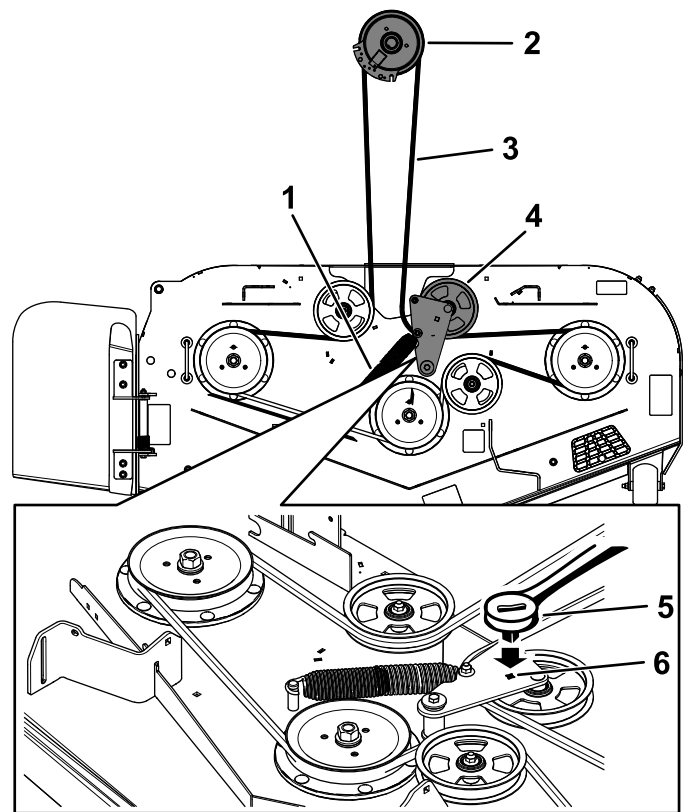

Figura 70
5. Utilice una llave de carraca de $\frac{3}{8}$ " en el orificio cuadrado del brazo tensor para aliviar la tensión del muelle tensor (Figura 70).
7. Instale la guía de la correa en el brazo tensor tensado con muelle (Figura 70).
9. Pase la correa nueva alrededor de las poleas del cortacésped y de la polea del embrague, debajo del motor (Figura 70).
10. Instale la guía de la correa en el brazo tensor (Figura 70).
11. Utilizando la llave de carraca de $\frac{3}{8}$ " en el orificio cuadrado, instale el muelle tensor (Figura 70).